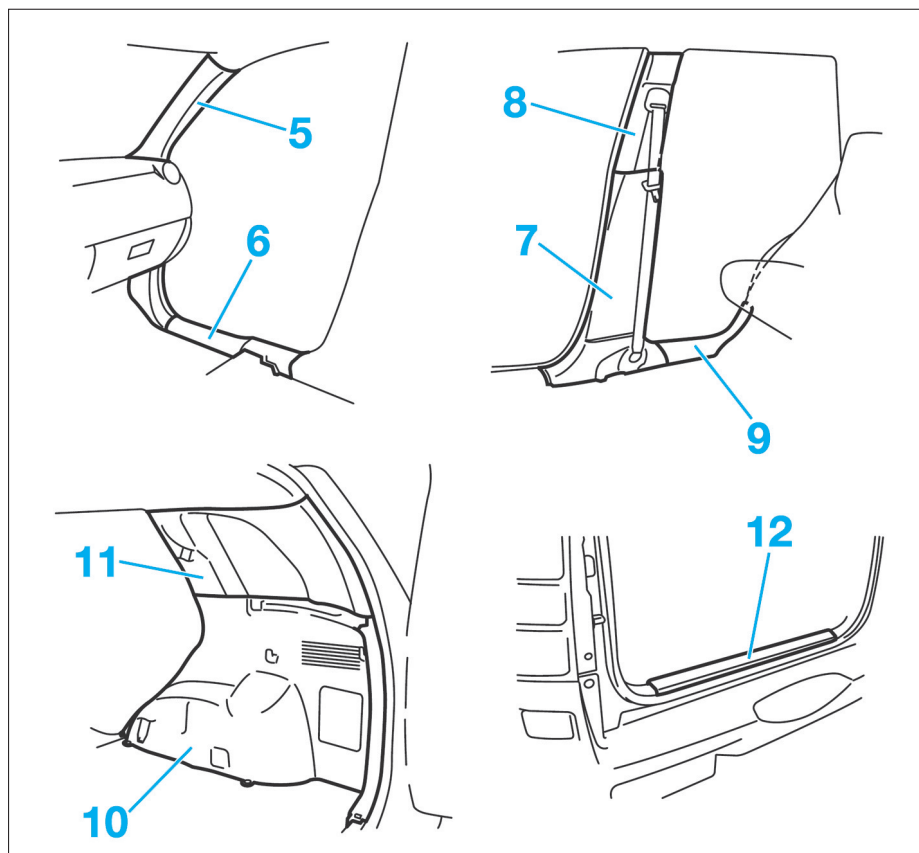

FIG. 63
- les montants de baie de pare-brise (5).
- les seuils de marche (6) conducteur et passager.
- les garnitures latérales inférieures (7) et supérieures de pied milieu (8).
- le seuil de marche arrière (9) (version 5 portes).
- les garnitures latérales inférieures (10) et supérieur de pied arrière (11) de custode arrière.
- la garniture de seuil arrière (12) (Fig.63).
- les poignées de maintien (12) fixées sur le pavillon.